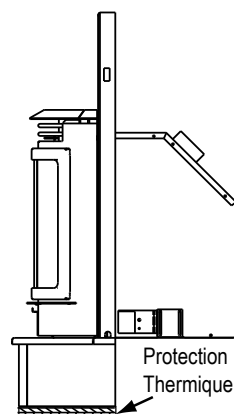

Figure 23.4
10. La protection thermique de 38 mm (1-1/2 po), la valeur « k » de 0,49 et la valeur R de 3,06 sous le support de garniture sans dégagement (**Figure 23.4**).